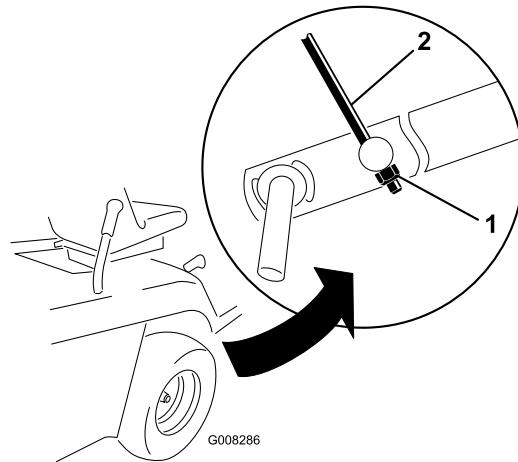

Figura 44
9. Ajuste la contratuerca M8, en el extremo de la varilla de ajuste de altura de corte, hasta que la varilla esté ligeramente tensada (Figura 44).